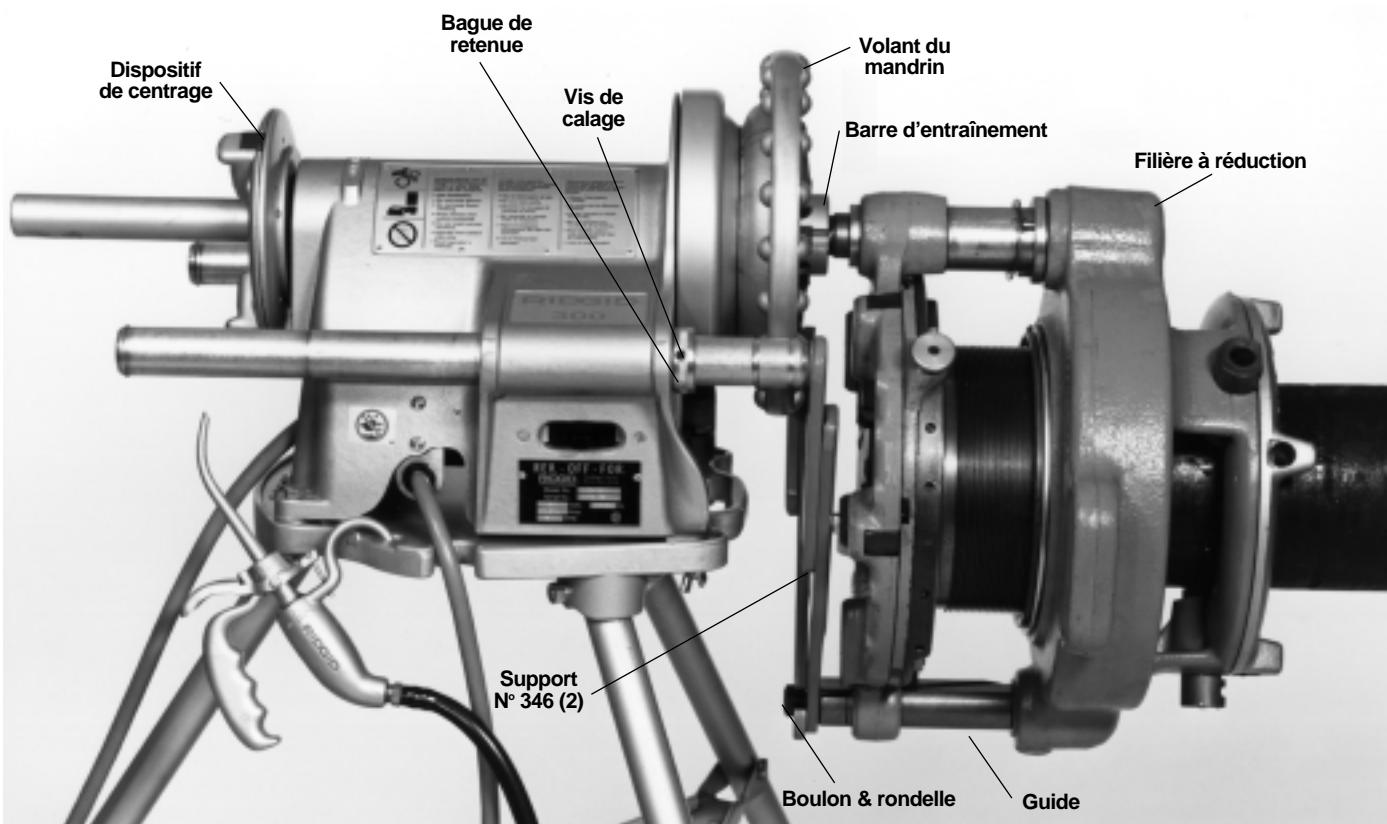

Figure 16 – Filière à réduction No 161 raccordée directement au moteur d'entraînement
**Filières N° 161 (Figure 16)** – Introduisez les supports N° 346 dans les barres de soutien et bloquez les colliers contre le corps du moteur d'entraînement à l'aide des vis de calage.
**Filières N° 161 (Figure 16)** – Enlevez la vis de calage (bouchon) du guide-filière et installez les supports à l'aide du boulon et de l'écrou.